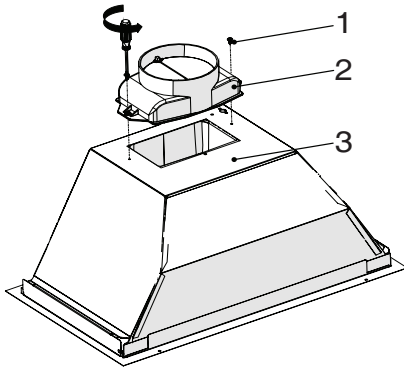

Fig. 8
- Fije la chimenea de plástico contenida en el paquete al cuerpo del aparato mediante 2 tornillos de 3,5 x 9,5. (Fig. 8) No rozar contra la superficie. Fig. 8